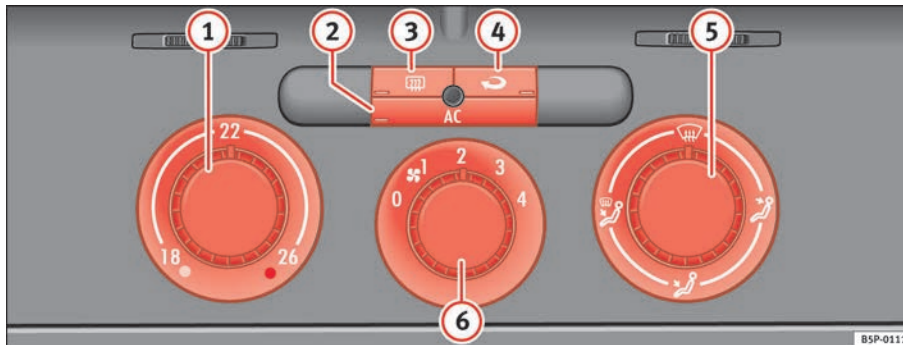

Abb. 130 In der Instrumententafel: Bedienelemente der Climatic
- Drehen Sie den Temperaturregler ⇒ Abb. 130 ① nach rechts bis zur gewünschten Heizleistung.